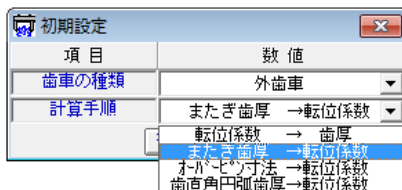

図 8.2 初期設定
- (1) 歯車の種類:インボリュート歯車(外歯車, 内歯車)
- (2) 使用するピン(ボール)を歯形上に作図しますのでスプラインなどの歯たけが低い歯形には、Dカットピンの使用限界を知ることができます。
- (3) またぎ歯厚, オーバーピン寸法, 弦歯厚の変化量の関係を計算します。
初期設定では、歯車の種類(外歯車または内歯車)を選択し、歯厚基準を選択します。歯厚を決定する方法は、①転位係数②またぎ歯厚③オーバーピン寸法④円弧歯厚の4種類があります。図 8.2 に初期設定画面を示します。